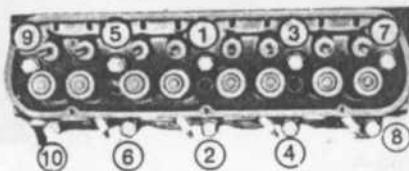

fig. 35
- Os parafusos do cabeçote são apertados ordenadamente, em três etapas: apertar todos os parafusos seguindo a seqüência mostrada na fig. 35: 50 lb.pé; 60 lb.pé e finalmente com o torque de 65-72 lb.pé